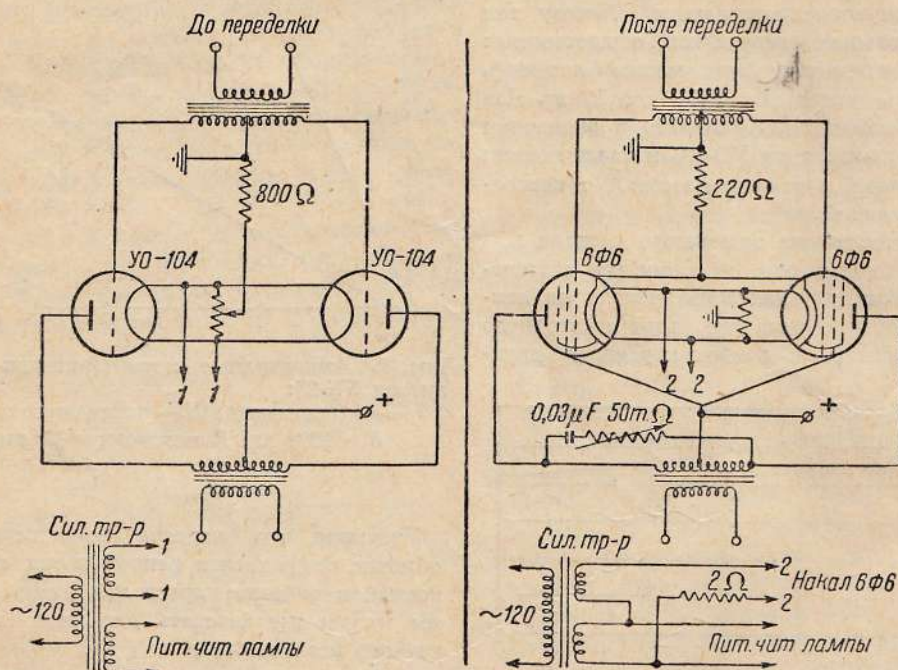

Рис. 4. Схемы оконечного каскада УК-25
2. Цепь накала оконечного каскада изменяется по схеме, приведенной на рис. 4.
4. Параллельно первичной обмотке выходного трансформатора подключается фильтр из емкости и сопротивления (как показано на рис. 4) для коррекции частотной характеристики. Емкость конденсатора 0,03 μ F, а сопротивление — переменное 50 000 ом.
переменное сопротивление 50 000 — 100 000 ом, подключив к нему конденсатор 0,03 μ F. После вышеописанных операций производится монтаж по новой схеме (рис. 4).